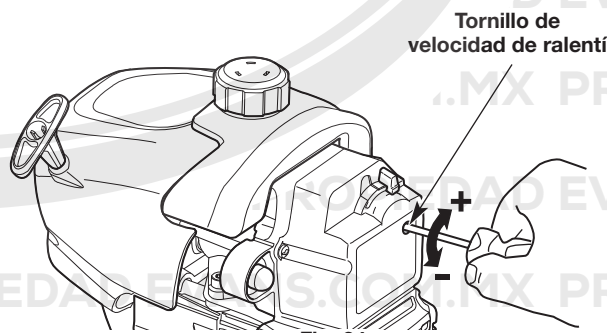

Fig. 24
- Si el motor se para, aumente la velocidad de ralentí. Use un destornillador Phillips pequeño para girar el tornillo de velocidad de ralentí en el sentido de las agujas del reloj, 1/8 de giro cada vez hasta que el motor funcione al ralentí de manera uniforme (Fig. 24).
- Si el cabezal de corte gira cuando el motor funciona al ralentí, reduzca la velocidad de ralentí. Gire el tornillo de velocidad de ralentí en el sentido contrario de las agujas del reloj, 1/8 de giro cada vez, hasta que se detenga el cabezal de corte (Fig. 24).